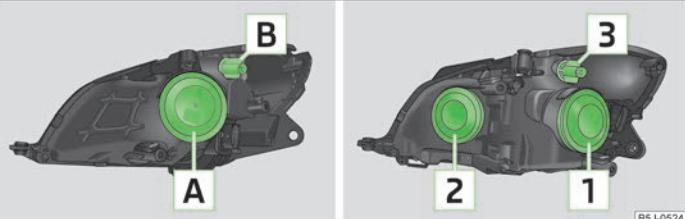

Fig. 146 Asignación de bombillas: Faros halógenos/faros proyectores halógenos
- Retirar la tapa de goma **A** » fig. 146 de la página 176.
- » Retirar la tapa de goma [2] » fig. 146 de la página 176.
- » Retirar la tapa de goma [1] » fig. 146 de la página 176.
- » Girar el portalámparas [B] » fig. 146 de la página 176 o el portalámparas [3] hasta el tope en el sentido contrario al de las agujas del reloj y sacarlo junto con la bombilla para la luz intermitente.
- » Retirar la tapa de goma [A] » fig. 146 de la página 176 ó [2], [2].